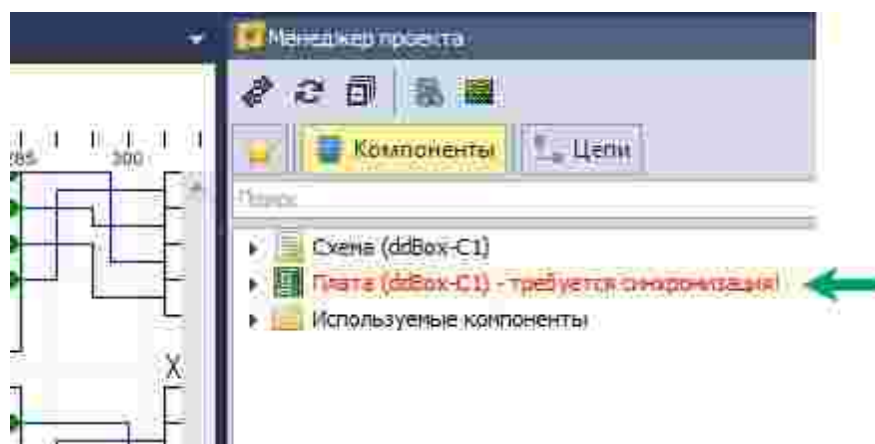

Рис. 274 Синхронизация схемы и платы через открытие платы проекта
1. Открыть плату проекта, см. Рис. 274.